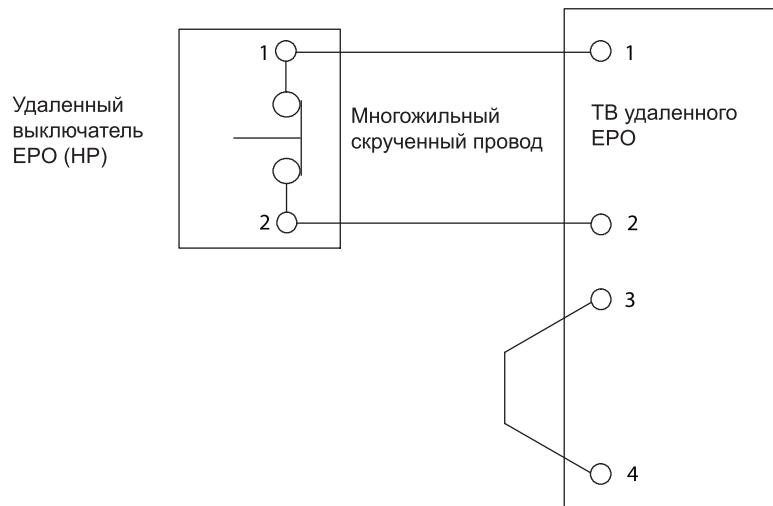

Рис. 4-16: Проводка нормально-замкнутого удаленного выключателя ЕРО
5. Если используется нормально-разомкнутый удаленный выключатель EPO, то подключите провода в соответствии с таблицей 4-4 и рисунком 4-15. Для нормально-замкнутого выключателя используйте таблицу 4-5 и рисунок 4-16.